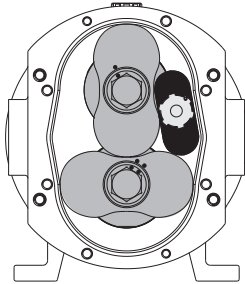

Figure 3
3. Positionner le bloque lobe **111** comme indiqué en figure 3.